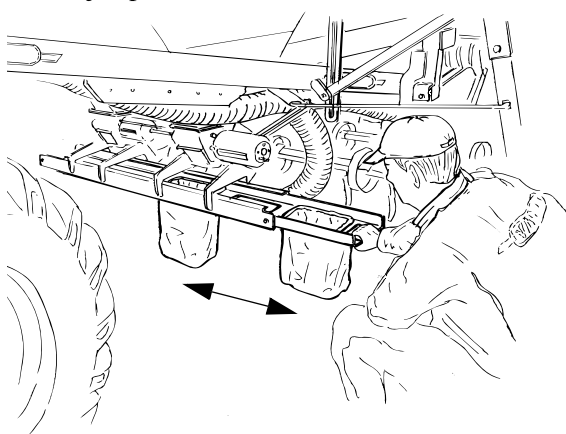
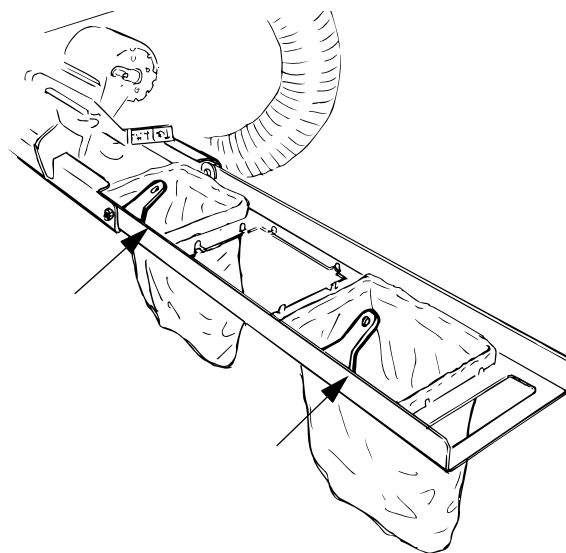

Figure 14.48
Figure 14.49
- 3 Vytáhněte sáň a umístěte kalibrační pytle do dvou vnějších otvorů, viz "Figure 14.48" a "Figure 14.49". Přesvědčte se, zda rukojeti pytlů směřují správným směrem. Zatlačte kalibrační sáň proti aretačnímu zařízení tak, aby pytle skončily pod příslušnou výsevní jednotkou (vztahuje se pouze na stroje opatřené kalibračními sáněmi).